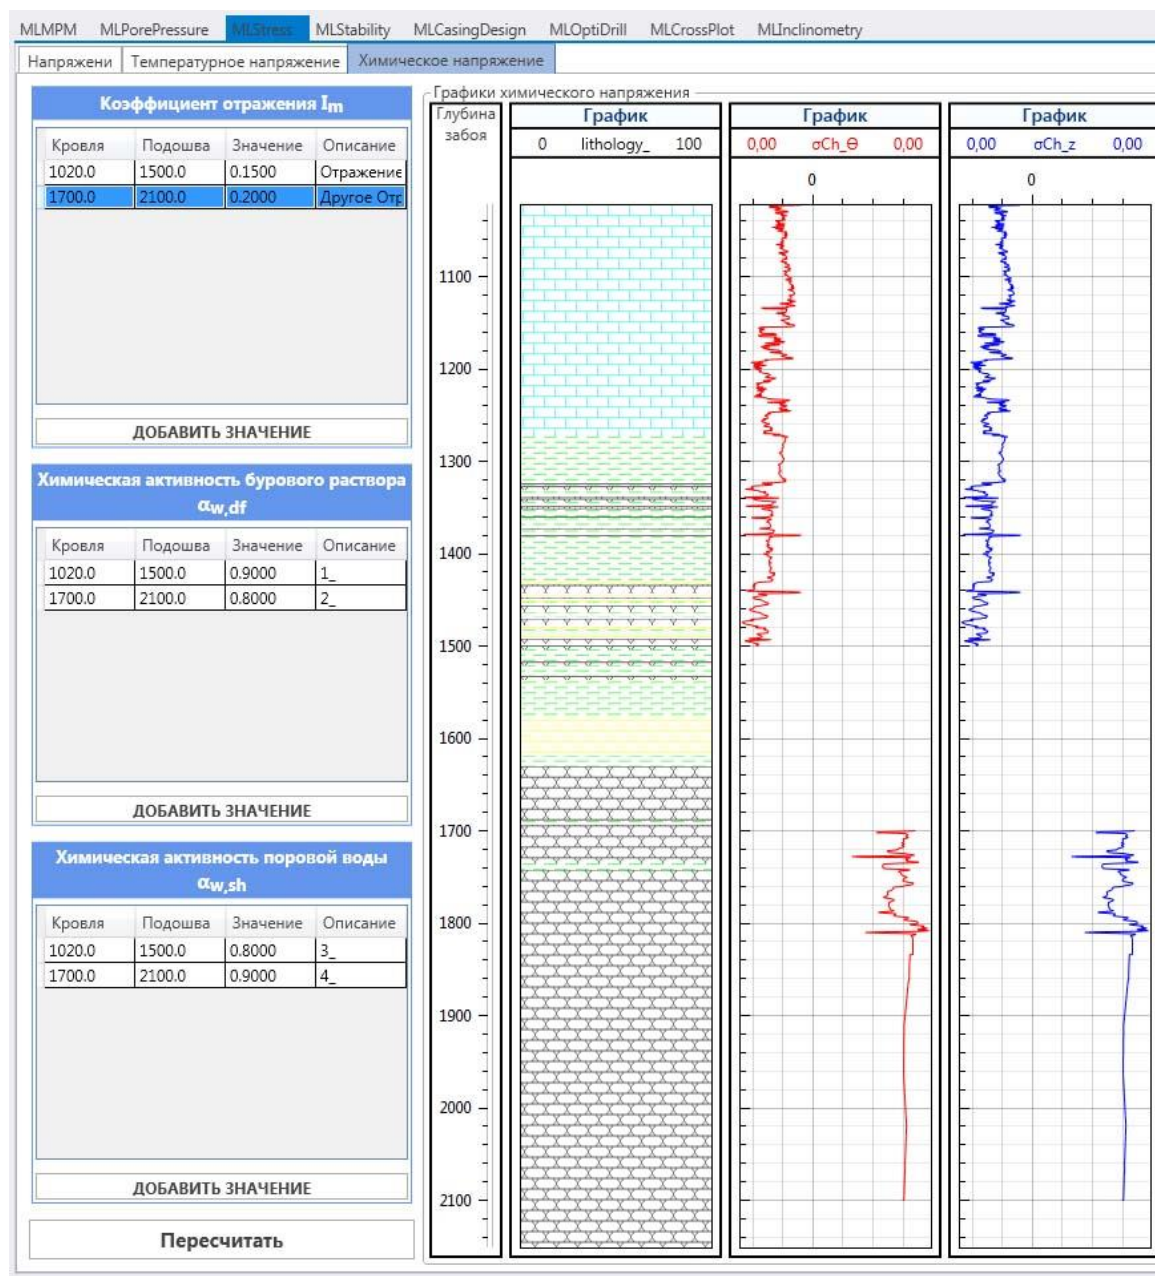

Рисунок 46 Модуль MLStress. Расчёт химического напряжения
3. Химическое напряжение (**Рисунок 46**). Пользователь на вкладке «Химическое напряжение» модуля MLStress предварительно заносит в таблицы: